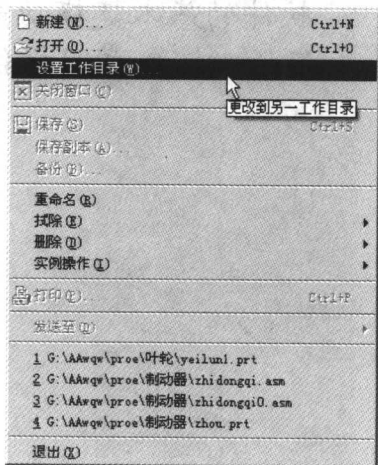

图 1-2 “工作目录”菜单
(1) 启动 Pro/ENGINEER “Wildfire 3.0 中文版（以下简称 Pro/ENGINEER）软件”。
(2) 选择“文件”→“设置工作目录”命令为零件文件建立工作目录，如图 1-2 所示。Pro/ENGINEER 使用工作目录来帮助管理文件。当新文件保存时默认保存在当前工作目录中，除非指定新目录。当执行“打开”命令时，默认目录是当前工作目录。
(3) 选择“文件”→“新建”命令创建一个新零件文件。零件模块是 Pro/ENGINEER 的默认模块。输入新零件的文件名，文件名必须少于 31 个字符，文件名不能有汉字和空格。
在“新建”对话框中选中“使用缺省模板”选项，如图 1-2 所示。这个设置将使用特定零件文件作为新对象的种子文件。Pro/ENGINEER 中用于新零件的初始模板文件包括 3 个默认基准平面和默认坐标系。零件文件的默认单位设置为“英寸磅秒”。本书假定用户使用“毫米千克秒”的模板文件。零件的默认模板文件可以利用配置文件选项 template_solidpart 更改。